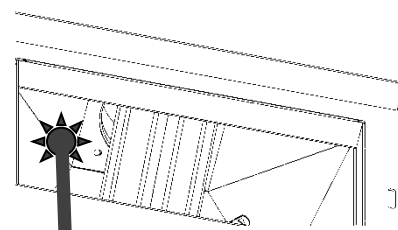

Рис. 3
- 3.1.2 В случае прямого и короткого соединения приточного воздуховода каминной топкой непосредственно с «улицей», возможно появление конденсата и, таким образом, избыточного охлаждения топки. Для предотвращения таких последствий рекомендуем проконсультироваться со специалистом по установке оборудования. Топка регулируется по высоте винтами, которые имеются внизу (рис. 3)
- 6.4.5 Очистите область топки за дефлекторами, горловину и соединение с дымоходом (Рис.3).